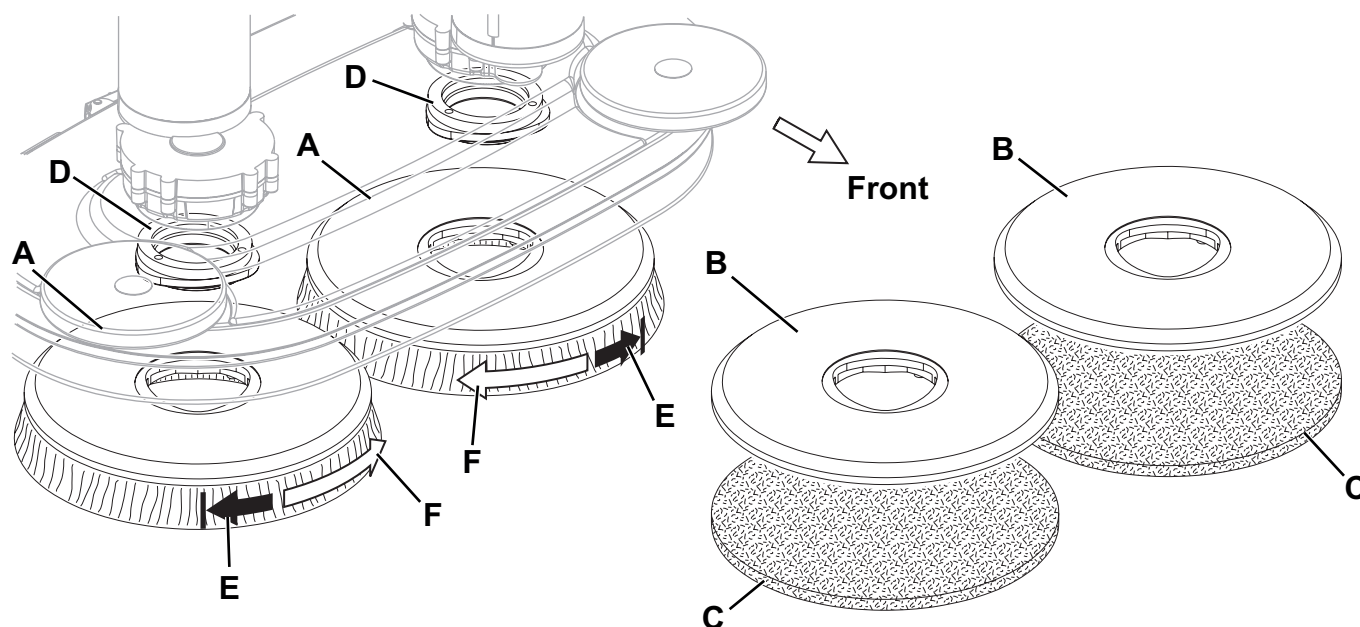

Figure 1
En fonction du type de nettoyage, la machine peut être équipée de brosses (A, Fig. 1) ou de plateaux support disque (B) avec disques (C) ainsi que du plateau approprié.